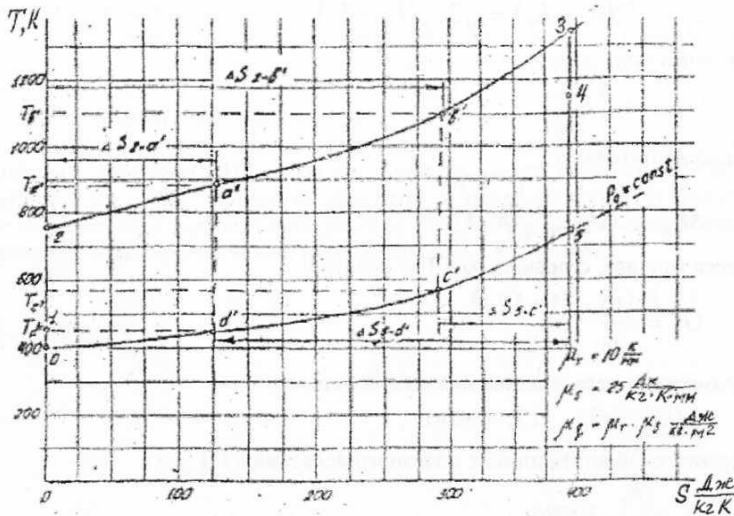

Рис. 5 Тепловая диаграмма цикла ГТД в  $T$ - $S$  координатах
6.2. Расчет процессов, изображаемых в  $T$ - $S$ -координатах Для построения цикла в  $T$ - $S$ -координатах необходимо интервалы изменения температур от  $T_2$  до  $T_3$  и от  $T_5$  до  $T_0$  разбить на три примерно равные части (рис. 5). Для значений температур процессов  $T_{2-a^1}$ ,  $T_{2-b^1}$  вычисляем соответствующие изменения энтропии рабочего тела в процессах 2-3 и 5-0 по соотношениям  $\Delta S_{2-a^1} = c_p \ln \frac{T_{a^1}}{T_2}$ ;  $\Delta S_{2-b^1} = c_p \ln \frac{T_{b^1}}{T_2}$ ;
Полученные изменения энтропии откладывают в принятом масштабе на  $T$ - $S$ -диаграмме и по выбранным значениям  $T_0$  определяют координаты промежуточных точек процесса, через которые проводят плавную кривую (см. рис. 5). Значения точек сводятся в табл. 5.